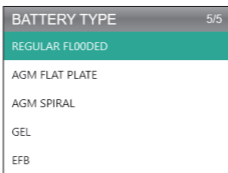

図 4.2.3
3. 対応するバッテリータイプを選択し、[OK] を押します（図 4.2.3 を参照）。特定のバッテリータイプは通常、バッテリーラベルに記載されています。